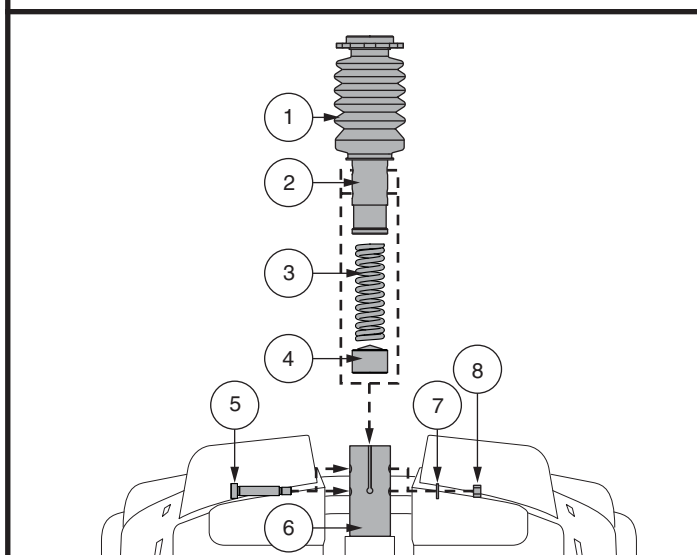

Figure 18. Réglage Hauteur du Siege - Montant du Siege Confort
4. Poussez vers le bas le montant du siège tout en desserrant et en enlevant le boulon à épaulement, la rondelle et l'écrou. **Voir la figure 18.**
6. Installez le ressort de confort désiré. **Voir la figure 18.**